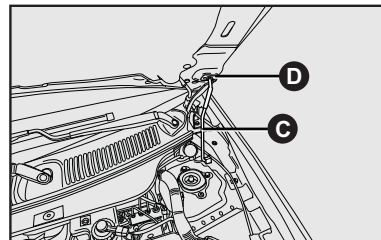

fig. 89
- 4) introduzir a extremidade da vareta **C** na abertura **D** do capô do motor fig. 89.
- 1) manter levantado o capô com uma mão e, com a outra, tirar a vareta **C**-fig. 89 da abertura **D** e repô-la no seu dispositivo de bloqueio;